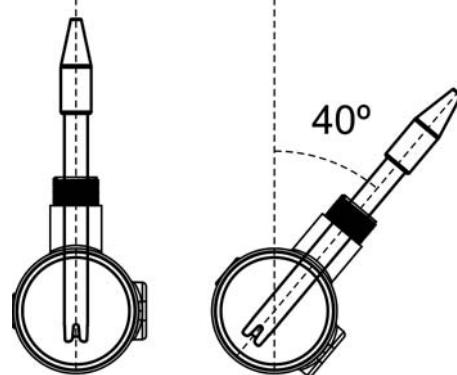

Fig. 13
4. **Installez toujours les sondes de pH / ORP préféablement verticale ou avec une inclinaison maximale de 40° (Fig. 13).**